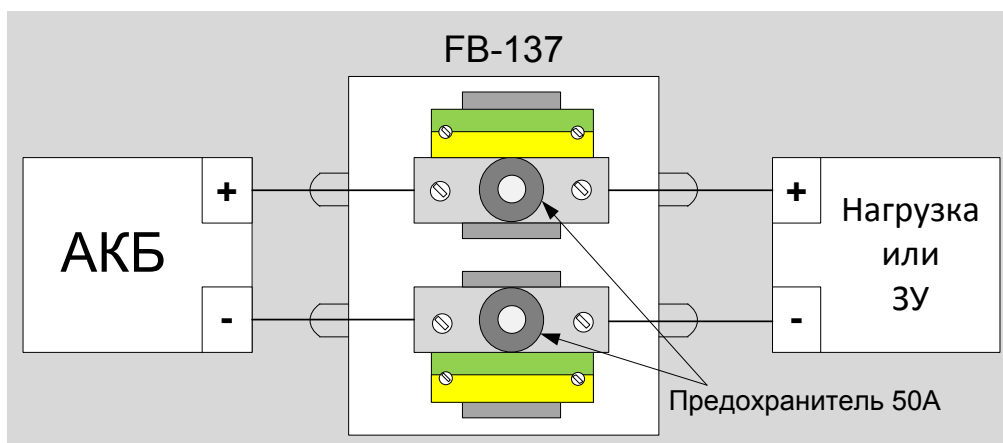

Рисунок 1 Схема подключения.
3. Подключите кабели от внешних устройств к клеммам КП согласно схеме подключения (смотрите Рисунок 1).